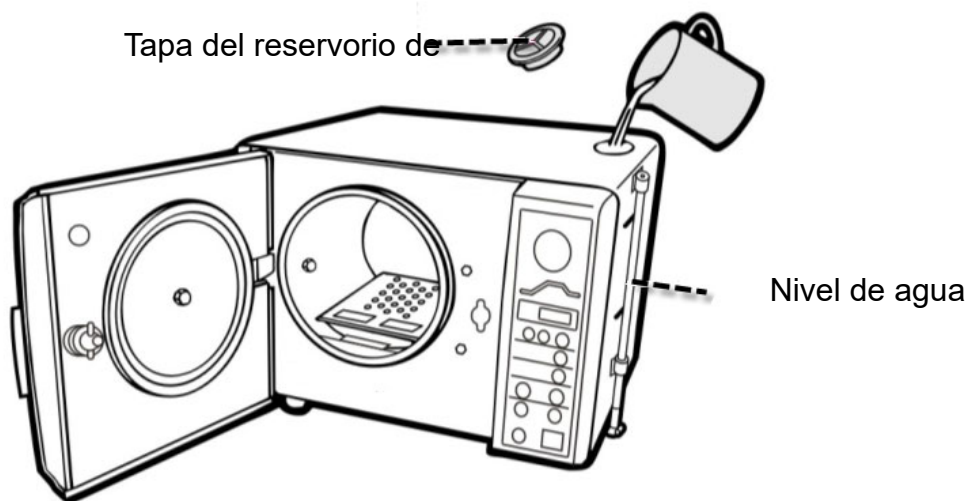

Figura 2
- A. Abra la tapa de reservorio de agua; vierta agua destilada en el reservorio de agua como en Figura 2.